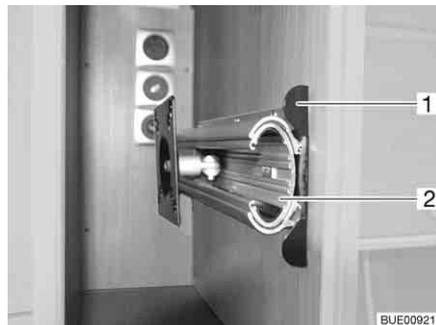

Fig. 88 Support dans le meuble de télévision
- Enfoncer la barre de déverrouillage (Fig. 88,1).
- Faire entièrement sortir la rallonge (Fig. 88,2).
- Faire coulisser la rallonge (Fig. 88,2) jusqu'à ce que la barre de déverrouillage (Fig. 88,1) s'encliquette.